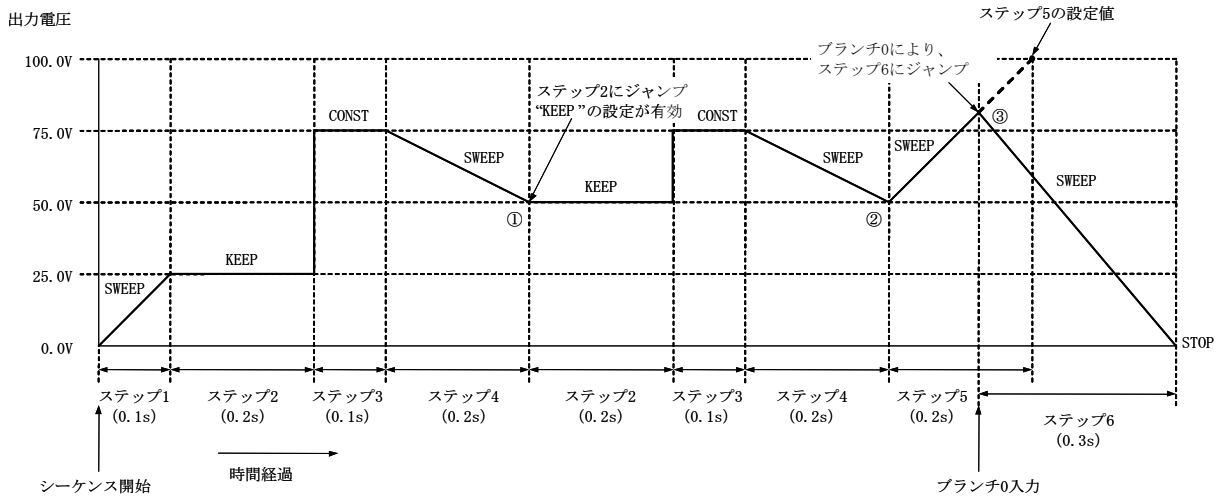

図 4-13 ステップ遷移例 (AC+DC-INT モード時)
ステップ 4 のジャンプステップが 2 に設定されているため、ステップ 4 の終了後はステップ 2 にジャンプします (図 4-13 の①)。ステップ 2 は直流電圧動作種別が **KEEP** であるため、直前のステップ (ステップ 4) の直流電圧値=50.0 V を維持します。
ステップ 4 のジャンプ回数が 1 に設定されているため、ジャンプ後にステップ 4 が終了したあとは、次のステップ=ステップ 5 に移行します (図 4-13 の②)。
ステップ 5 はステップ時間=0.2 s に設定されていますが、ブランチ 0 によるジャンプ先がステップ 6 となっているため、ステップ時間内にブランチ 0 入力があった時点でステップ 6 にジャンプします (図 4-13 の③)。